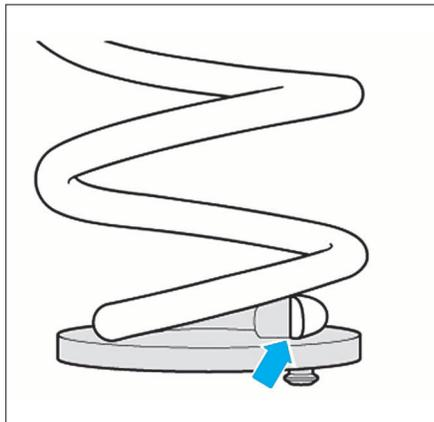

FIG. 14
- positionner la coupelle inférieure sous le ressort, en butée contre l'extrémité de sa spire inférieure (Fig.14).